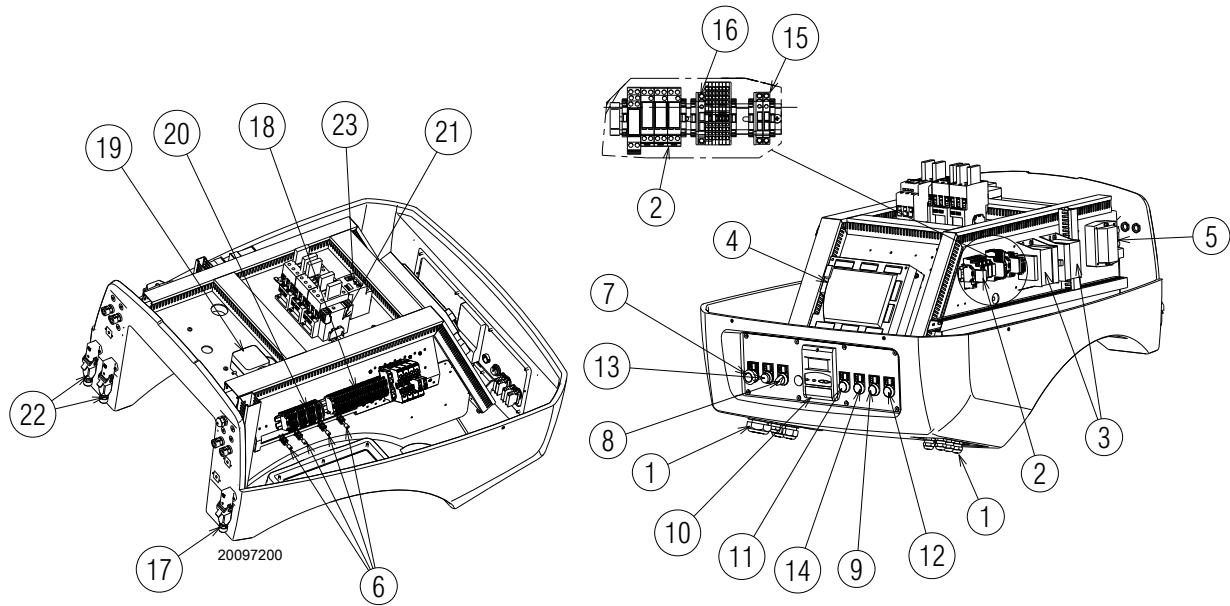

图 6
- ▶ **控制器锁定**：按钮 13) (图 6) (红色 led) 灯亮指示燃烧器处于锁定状态。按下按钮 13) (图 6) 解除锁定。